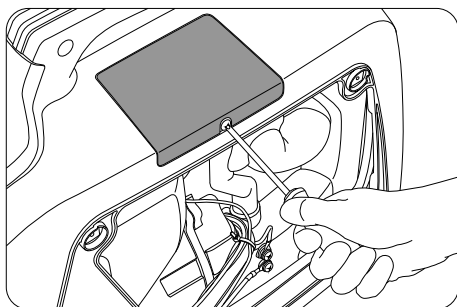

рис. 42
Открутите винт и снимите крышку свечи зажигания (4). (рис. 42)